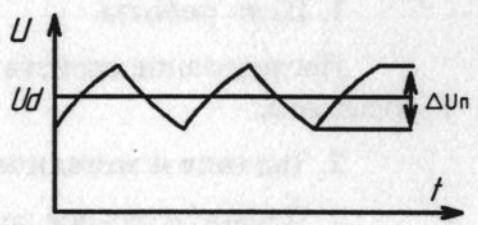

Рис. 2
б) снять осциллограмму выпрямленного напряжения u_d , определить коэффициент пульсаций согласно рис. 2. (не забудьте определить масштаб по напряжению): $q = \frac{U_{n(1)m}}{U_d} \approx \frac{\Delta U_n}{2U_d}$, где $U_{n(1)m}$ – амплитуда первой гармоники пульсаций;
б) снять осциллограммы напряжений на входе и выходе фильтра, определить коэффициенты пульсаций q_1 и q (согласно рис. 2) и коэффициент сглаживания s :
- б) снять осциллограммы напряжений на входе и выходе фильтра, определить коэффициенты пульсаций (согласно рис. 2) и коэффициент сглаживания;